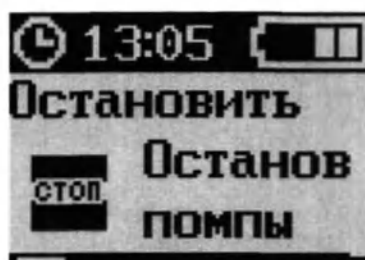

Рисунок 156 – Экран режима «В РАБОТЕ»
1. Нажать кнопку «МЕНЮ» для того, чтобы войти в меню помпы (рисунок 156).